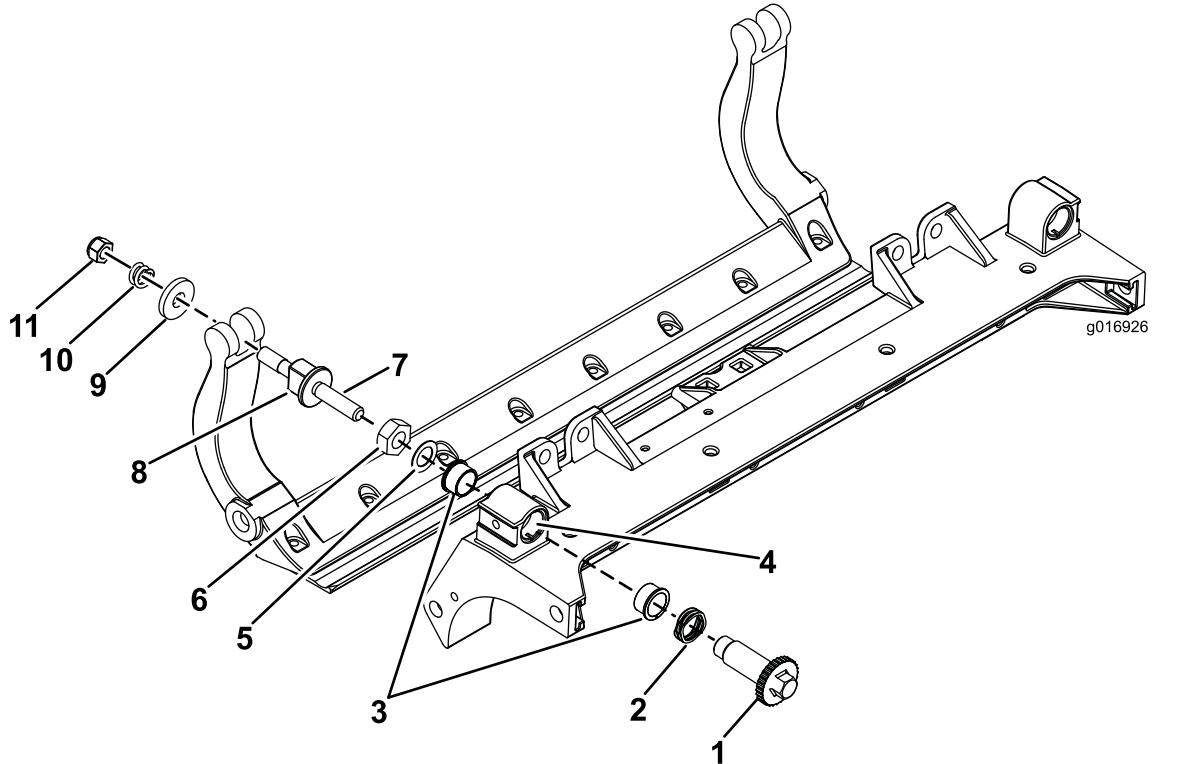

Figura 34
1. Retire todas as peças (consulte as *Instruções de instalação* do Kit DPA HD e a Figura 34).
2. Aplique composto anti-gripagem no interior da área dos casquilhos na estrutura central da unidade de corte (Figura 34).
3. Alinhe as chaves nos casquilhos das flanges com as ranhuras na estrutura e instale os casquilhos (Figura 34).
4. Instale uma anilha ondulada no veio do ajustador e deslize o veio para os casquilhos da flange na estrutura da unidade de corte (Figura 34).
5. Prenda o veio ajustador com uma anilha plana e porca de bloqueio (Figura 34).
12. Coloque uma arruela de aço no exterior de cada uma das arruelas de nylon (Figura 34).
Nota: As anilhas podem ter uma folga interna (Figura 34).
15. Aperte a porca em cada conjunto de ajustador da barra de apoio até que a mola de compressão esteja totalmente comprimida e, em seguida, desaperte a porca $\frac{1}{2}$ volta (Figura 34).